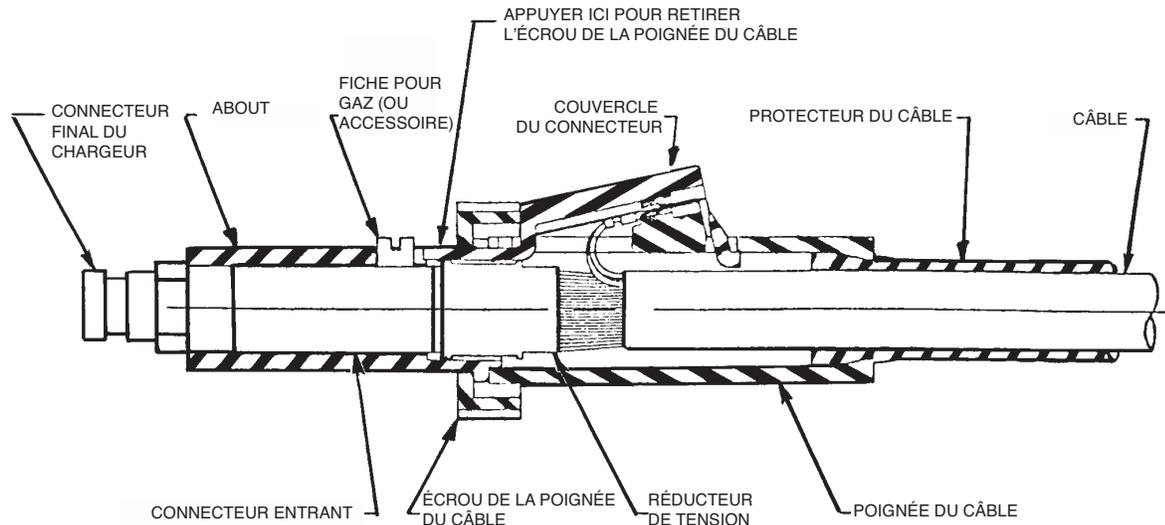

FIGURE D.4
- Retirer le connecteur final du chargeur, la fiche moulée pour le gaz (ou l'accessoire indenté), l'écrou de la poignée du câble, l'about en plastique et le couvercle du connecteur (voir la Figure D.4). **NOTE:** Afin de retirer l'écrou de la poignée du câble, il faut appuyer sur la queue du couvercle du connecteur et faire tourner l'écrou de la poignée du câble sur $\frac{1}{4}$ de tour dans le sens contraire à celui des aiguilles d'une montre, en le regardant depuis l'extrémité du chargeur.
- Positionner le protecteur du câble et la poignée du câble sur le câble et monter en place les terminales des fils de contrôle de rechange sur la poignée du câble. Insérer le couvercle du connecteur à sa place. Installer l'about et le fixer à la poignée du câble avec l'écrou de la poignée du câble. Se reporter à la Figure D.4.